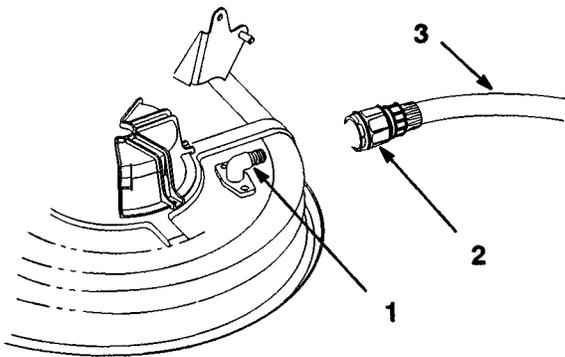

Bild 53
2. Den Anschluß (nicht mitgeliefert) am Waschanschlußstutzen des Mähers anbringen und den Wasserhahn voll aufdrehen (Bild 53).